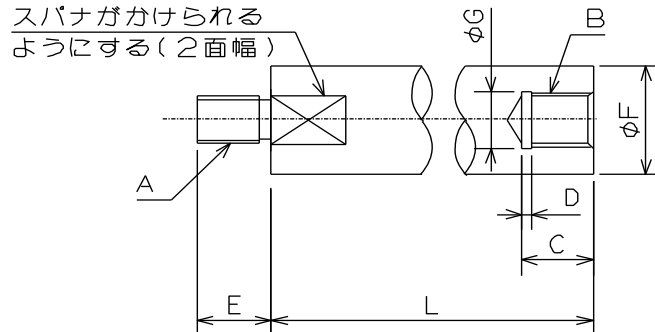

図 31
- ・ ドローバーは図 31 の寸法Bを守り、引張り強さ 380MPa(38kgf/mm2)以上の材質を使用する必要がある。